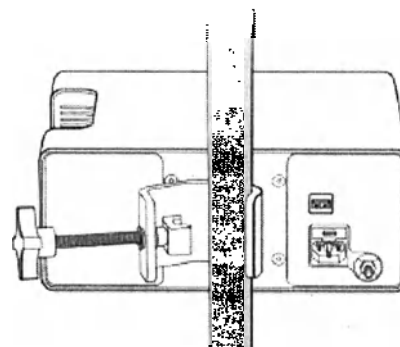

Рисунок 31. Поместите стойку в кронштейн
2. Поместите стойку внутрь монтажного кронштейна, расположенного на задней панели Блока управления (см. Рисунок 31).